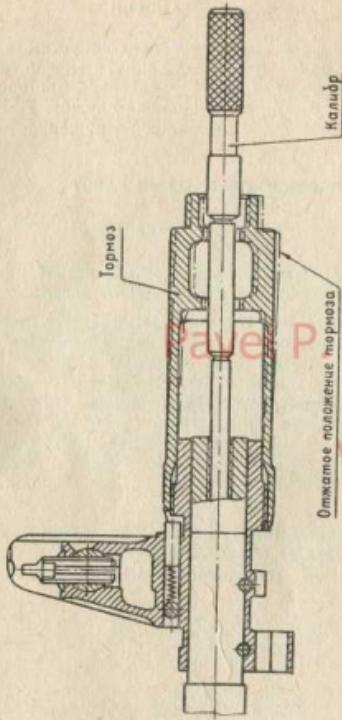

Рис. 2.1.
2.1.3. Придерживая автомат вертикально, пальцем левой руки отклоните дульный тормоз (пламегаситель) вправо (влево, вперед, назад), а правой рукой введите калибр в канал ствола (рис. 2.1., рис. 2.2.)